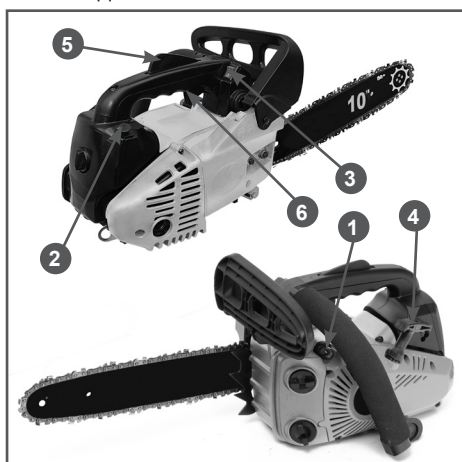

Рис. 10 Органы управления, необходимые для запуска бензопилы
5. Прокачайте топливо через карбюратор. Для этого нажимайте (примерно 5-10 раз) на ручной топливный насос 1 (Рис. 10) до появления в насосе топлива и возникновения сопротивления при нажатии.
6. Установите выключатель зажигания 3 (Рис. 10) в положение «I».
7. Закройте воздушную заслонку карбюратора. Для этого вытяните рычаг 2 (Рис. 10) управления воздушной заслонкой.
9. Выберите свободный ход шнура стартера. Для этого потяните за ручку стартера 2 (Рис. 10) до тех пор, пока не почувствуете сопротивление, затем сильно и резко потяните за ручку. Повторите эти действия 3-5 раз до первой вспышки топлива в двигателе. Двигатель не запускается, а сразу глохнет. Плавно, не бросая, верните ручку стартера на место.
10. После первой вспышки откройте воздушную заслонку, для этого нажмите на рычаг 2 (Рис. 10) управления воздушной заслонкой и верните его в исходное положение.
место. Правой рукой возьмите бензопилу за заднюю рукоятку, так, чтобы рычаг блокировки рычага газа 5 (Рис. 10) был зажат.
13. Правой рукой быстро нажмите рычаг газа 6 и отпустите (Рис. 10), при этом двигатель перейдет в режим холостого хода.